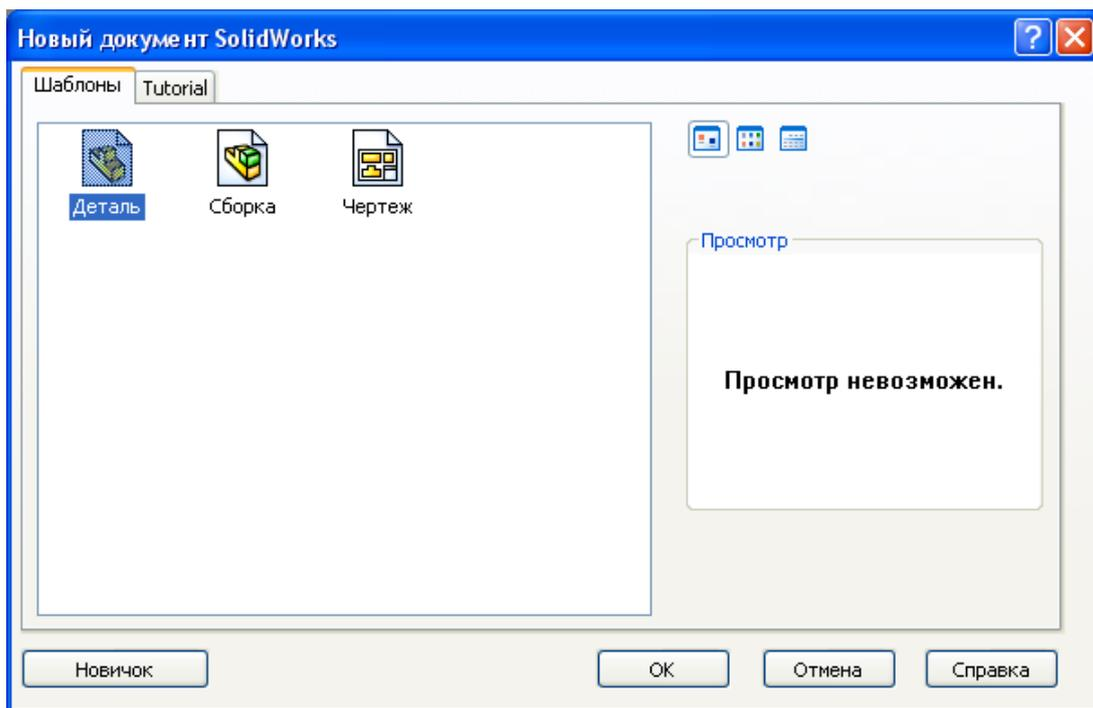

Рис. 2.9. Створення нового документу за допомогою Шаюлону
**Відкриття нових документів і використання шаблонів.** Створюється новий документ (рис. 2.9). Нові документи використовують шаблони як основу. Шаблони містять параметри користувача, такі як одиниці виміру або стандарти по оформленню креслень. Шаблони дозволяють створювати будь-яка необхідна кількість документів для деталей, креслень або збірок. Шаблон може бути деталлю, кресленням або збіркою, збереженими як шаблони.